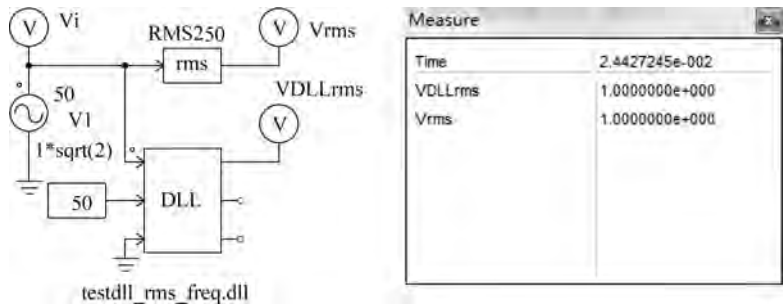
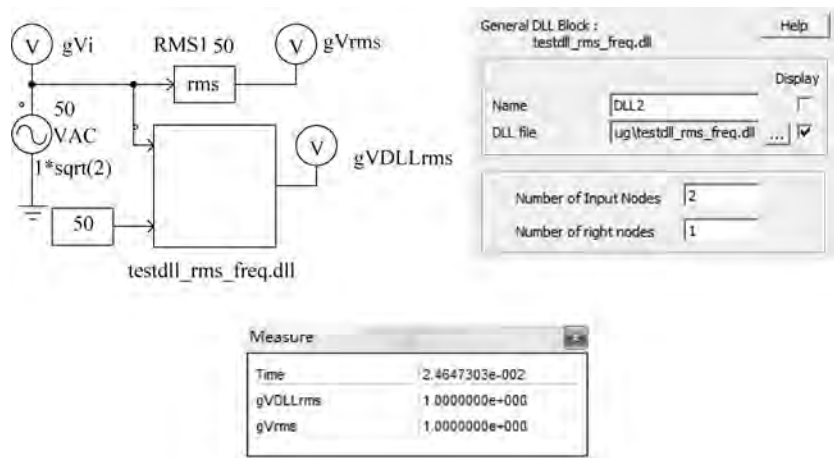

图 3-56 RMS 实现 testdll_rms_freq.dll 仿真测试
图 3-58 通用 DLL 调用 testdll_rms_freq.dll 仿真
代码中第 1 个输入端口 in[0]是信号输入端口,第 2 个输入端口是信号的频率值。求出的 RMS 从第 1 个输出端口输出。编辑完 RMS 实现代码后,将输出 DLL 文件取名为“testdll_rms_freq.dll”,编译生成 testdll_rms_freq.dll 库文件。随后在 PSIM 中建立 RMS 仿真电路模型,模型及仿真结果如图 3-56 所示。
从图 3-56 仿真测量结果可知,编写的 DLL 实现了 RMS 测量,与 3.7.2 节采用 C 程序块实现的效果完全一样。testdll_rms_freq.dll 的实现代码要求 2 个输入、1 个输出,简单
3.8.4 节生成的 testdll_rms_freq.dll 库文件具有 2 个输入、1 个输出,采用通用 DLL 元件模型建立仿真电路模型并仿真,如图 3-58 所示。
从图 3-58 仿真测量结果可知,与图 3-56 仿真结果一致,说明通用 DLL 与简单 DLL 调用功能完全一致。